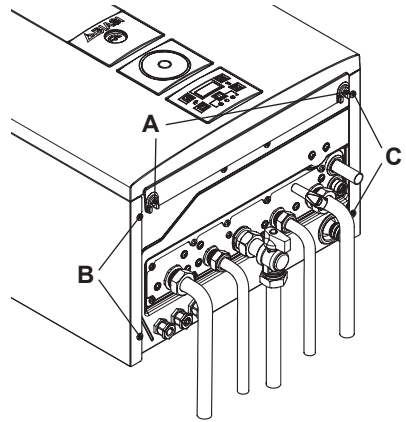
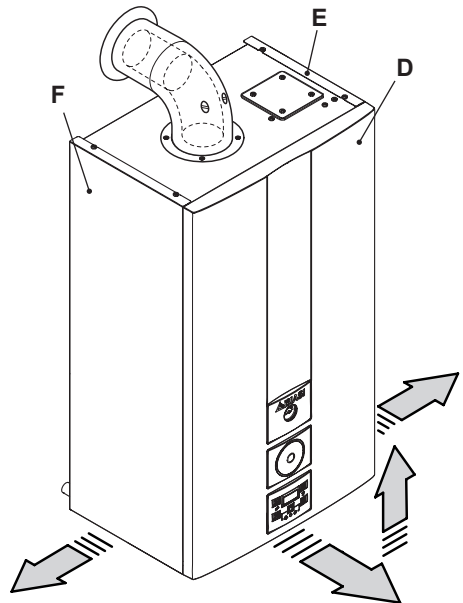

Figura 9.5
Figura 9.6
- Svitare le viti **A** e rimuovere il pannello frontale **D** tirandolo a sé e quindi spingendolo verso l'alto in modo da liberarlo dalle sedi superiori (Figura 9.5 e Figura 9.6).
- Allentare le viti **B** e **C** in Figura 9.5 e togliere i due pannelli laterali **E** ed **F** tirandoli verso l'esterno.
- Bloccare il pannello frontale **D** con le apposite viti **A** (Figura 9.5).